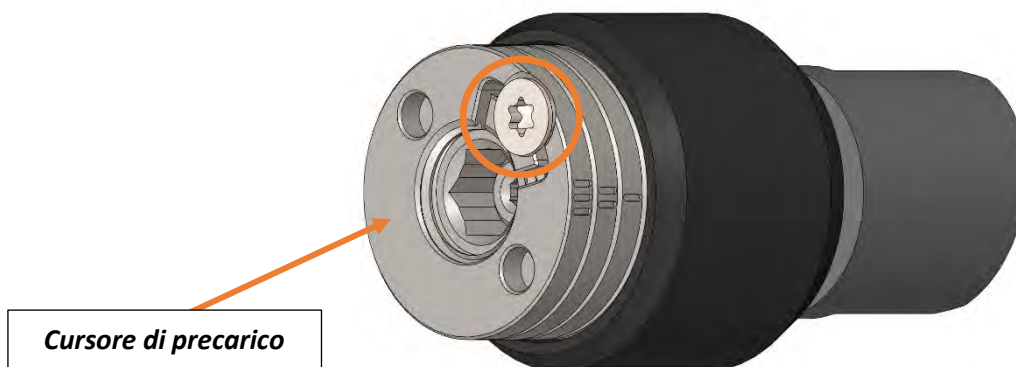

Figura 28
3. Allentare la vite posta sulla parte superiore del pomello, indicata da un cerchio arancione nella Figura 28, mediante l'uso del giravite con impronta TORX tenendo bloccato il cursore con l'utilizzo della chiave a compasso. **(Non togliere la vite)**;